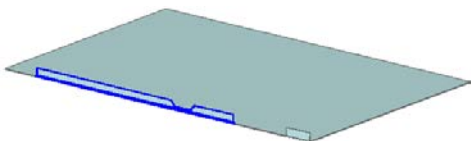
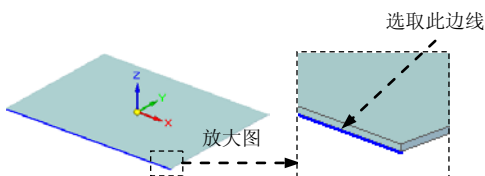

图 8.7.8 弯边特征 2
图 8.7.9 定义附着边
(5) 定义弯边属性及参数。单击“弯边选项”按钮, 取消选中 ☐ **使用默认值*** 复选框, 在其 **折弯半径 (R):** 文本框中输入值 0.2, 选中 ☒ **折弯止裂口 (E)** 复选框和 ☒ **圆形 (E)** 单选项; 取消选中 ☐ **使用默认值 (L)*** 复选框, 在 **宽度 (W):** 文本框中输入值 0.5; 单击 **确定** 按钮。
(6) 单击 **完成** 按钮, 完成特征的创建。
Step4. 创建图 8.7.8 所示的弯边特征 2。
(1) 选择命令。单击“主页”功能选项卡“钣金”工具栏中的“弯边”按钮.
(2) 定义附着边。选取图 8.7.9 所示的模型边线为附着边。
(3) 定义弯边类型。在命令条中单击“从两端”按钮, 在 **距离:** 文本框中输入值 5,
在“角度”文本框中输入值 90，单击“外部尺寸标注”按钮和“材料内侧”按钮；调整弯边侧方向向上，如图 8.7.8 所示。